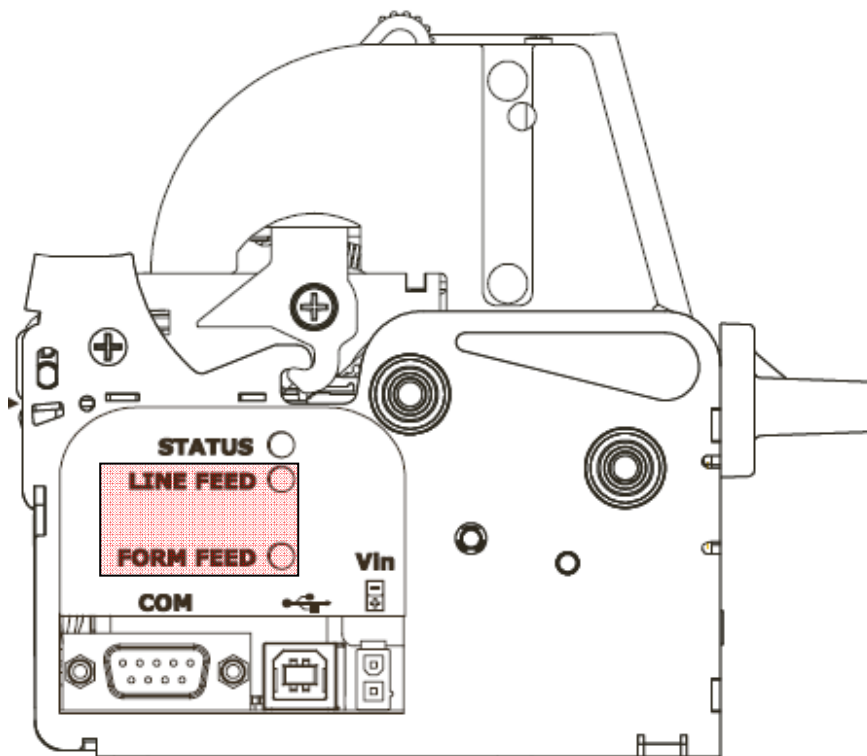

Рисунок 13 – Положение кнопок принтера.
- 2.17. Включите принтер, удерживая кнопку [FF] (см. рис. 13) до тех пор, пока не начнет печататься таблица. Распечатается таблица, приведенная ниже. Необходимо сравнить приведенную в данном документе таблицу с распечатанной таблицей. Обратите внимание на наличие символов «ФП», «≡», «€» и «♠». Если все верно, то отключите принтер. Если обнаружены несоответствия, то следует повторить все пункты Раздела 2.